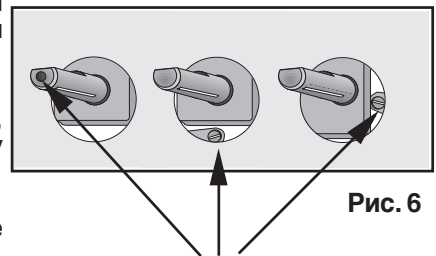

Рис. 6
- Тонкой отверткой отрегулируйте положение винта обводной подачи, расположенного по центру газового крана (см. рис. 6). При переоборудовании с природного газа давлением